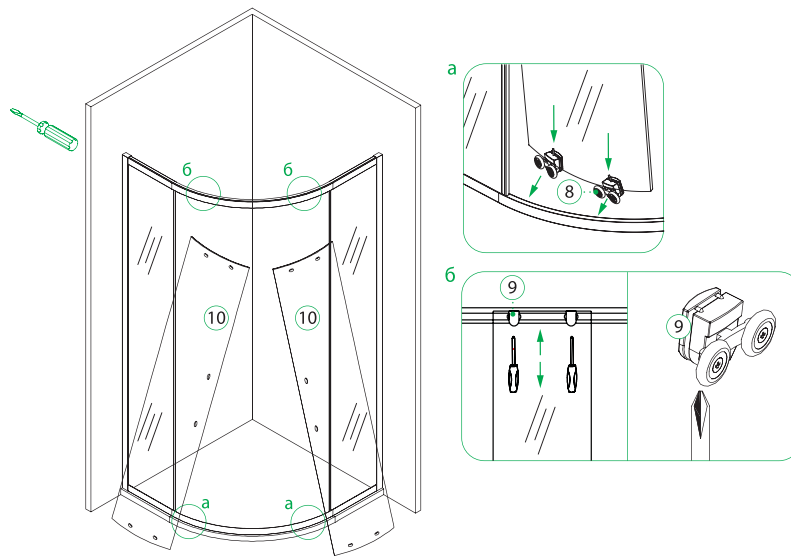

Рис. 11/11-сур.
7. Установите верхние и нижние ролики (8,9) на закаленные стекла дверей. Далее установите двери на конструкцию с помощью кнопки на нижнем ролике, она опустит ролик вниз и даст возможность зайти в профиль, после чего отпустите кнопку и дверь встанет на место (рис.11-а). Для плавного хода дверей отрегулируйте верхние ролики по высоте с помощью отвертки (рис.11-б).